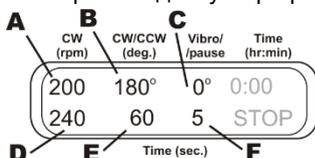

Рисунок 7.
- 6.9.3. **Вращение + Возвратно-поступательное движение + Пауза.** Установите скорость (40-1000 об/мин, рис. 7/A) и время (1-250 с, рис. 7/D) вращательного движения. Установите угол поворота (30-360°, рис. 7/B) и время (1-250 с, рис. 7/E) возвратно-поступательного движения. Вращение и возвратно-поступательное движение идут на одной скорости. Для вибродвижения, установите угол поворота на ноль (рис. 7/C) и время (1-5 с, рис. 7/F), это продолжительность паузы. График на рисунке 8 отображает данную программу.